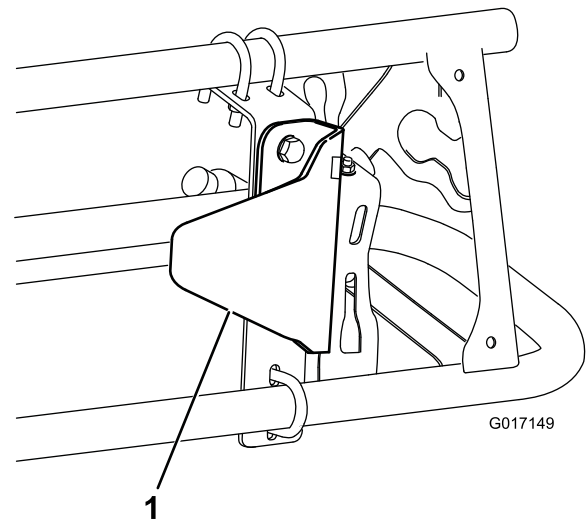

Figura 7
2. Instale el protector del sensor en el soporte de montaje con 2 pernos (5/16 x 3/4 pulgada) y 2 tuercas con arandela prensada (5/16 pulgada) según se muestra en Figura 7.